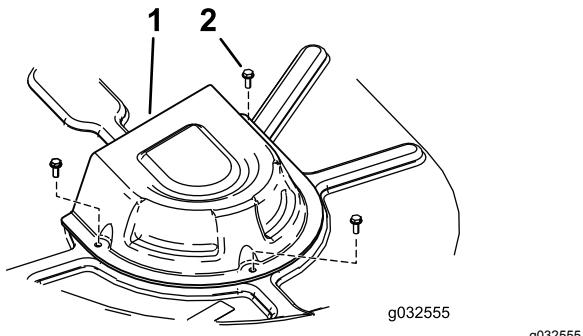

Bild 56
4. Entfernen Sie die Abdeckungen der Riemscheibe ab (Bild 56).